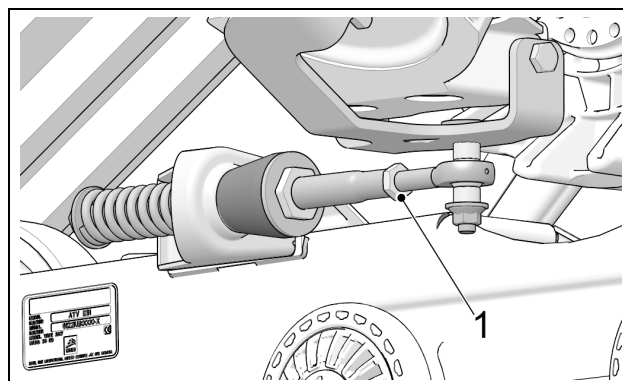

Figure 15
- Resserer le contre-écrou (1) à un couple de 40 N•m (30 lb•pi). Voir Figure 15.